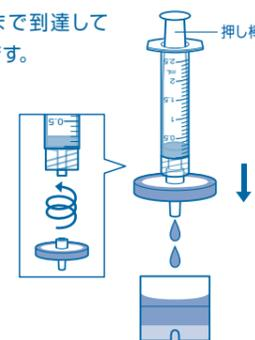

図10
⑩⑨の2.5mLシリンジに⑥のフィルターを取り付け、液を1滴ずつゆっくりと押し出し、全量を専用カップに回収します。(図10)